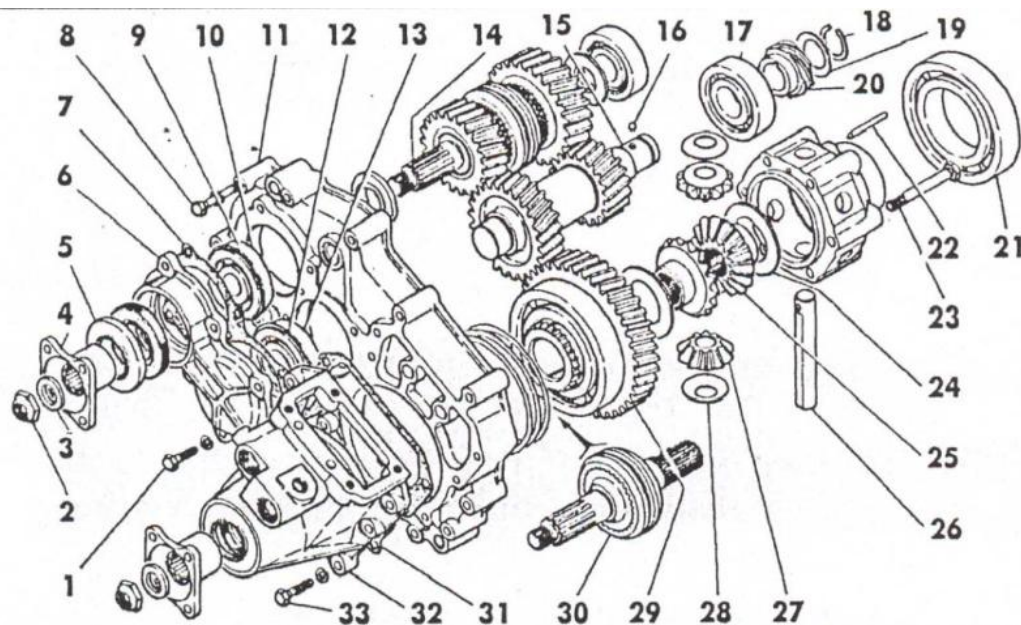

Рис.6.6 Детали переднего картера раздаточной коробки:
- раскернить и отвернуть гайки 2 (рис. 6.6) фланцев, снять шайбы 3 и фланцы 4;